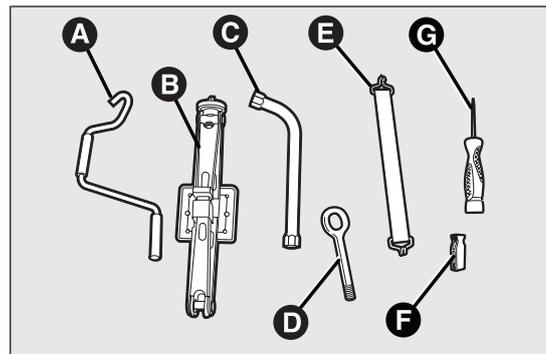
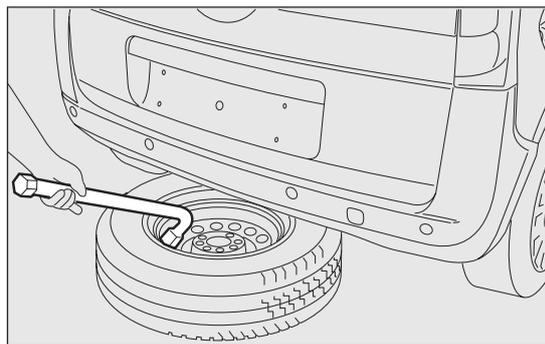

fig. 125
fig. 127
- all'interno della borsa sono contenuti i seguenti attrezzi fig. 125:
- prelevare la chiave C fig. 125 e, agendo dall'interno del vano di carico, svitare il bullone di bloccaggio supporto ruota di scorta A fig. 126 in modo da consentire la discesa di quest'ultima. Per ridurre lo sforzo inserire il cacciavite G fig. 125 nella sede ricavata all'interno della chiave C;
- utilizzare la chiave C fig. 125 per trascinare la ruota fuori dal veicolo fig. 127;
- allentare di circa un giro i bulloni di fissaggio della ruota da sostituire, utilizzando la chiave C fig. 125;